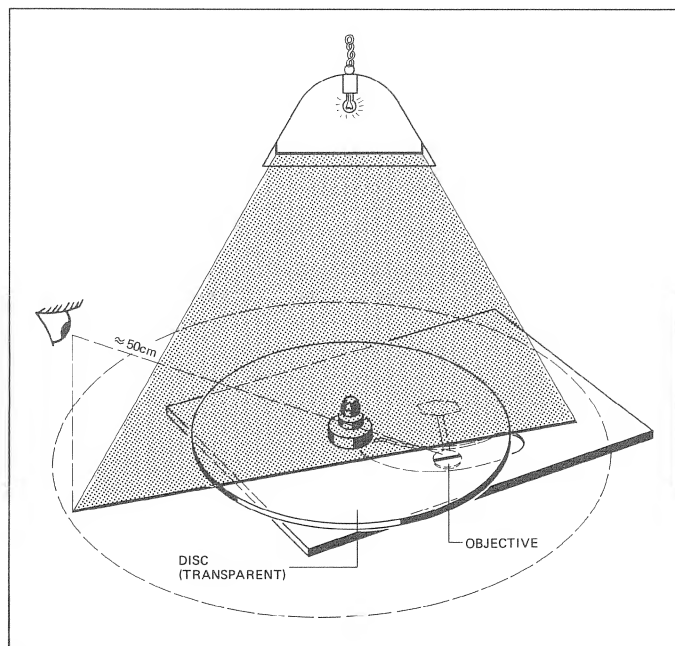

Fig. 4.21
- Placer le mécanisme de telle façon que la source de lumière soit perpendiculaire au bras du capteur laser (voir fig. 4.21).